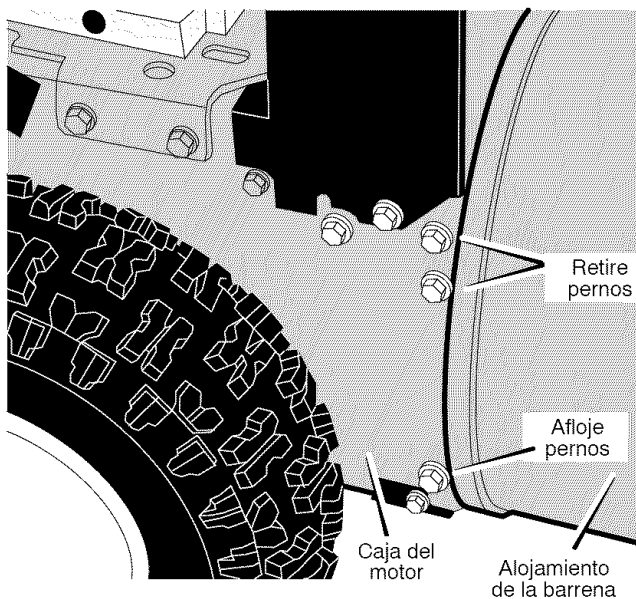

Figura 85
8. Retire los cuatro **pernos** superiores que unen el **alojamiento de la barrena** y la **caja del motor**. Afloje los dos **pernos** inferiores. Ahora el **alojamiento de la barrena** y la **caja del motor** pueden separarse para retirar la correa (Figura 85).